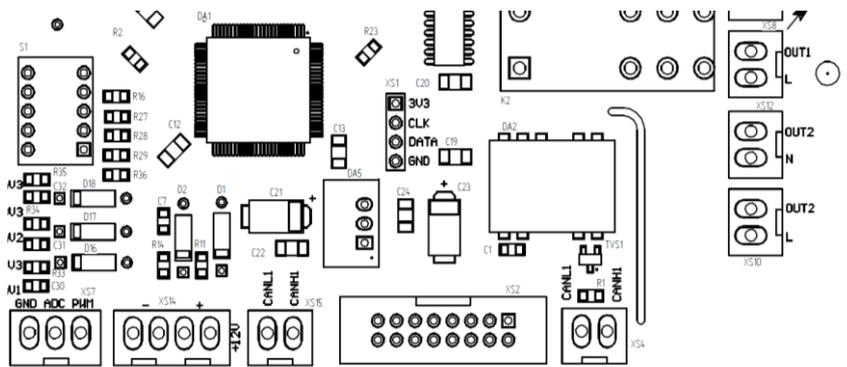

Рисунок 1 – Подключение программатора к плате
- подключить программатор STM32 ST-LINK V2 с присоединенными кабелем из комплекта к разъему XS1 на плате рисунок 1;